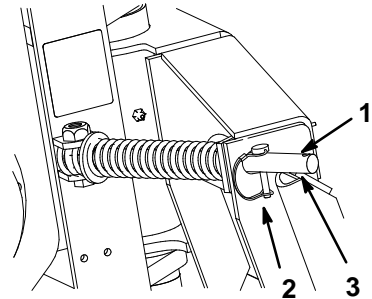

Figure 6
1. Déplacer les goupilles dans les trous extérieurs des tiges à ressort pour que la charrue puisse bouger d'un côté à l'autre (Fig. 6).
1. Déplacer les goupilles d'essieu dans les trous intérieurs des tiges à ressort pour que la charrue ne puisse pas bouger d'un côté à l'autre (Fig. 6).